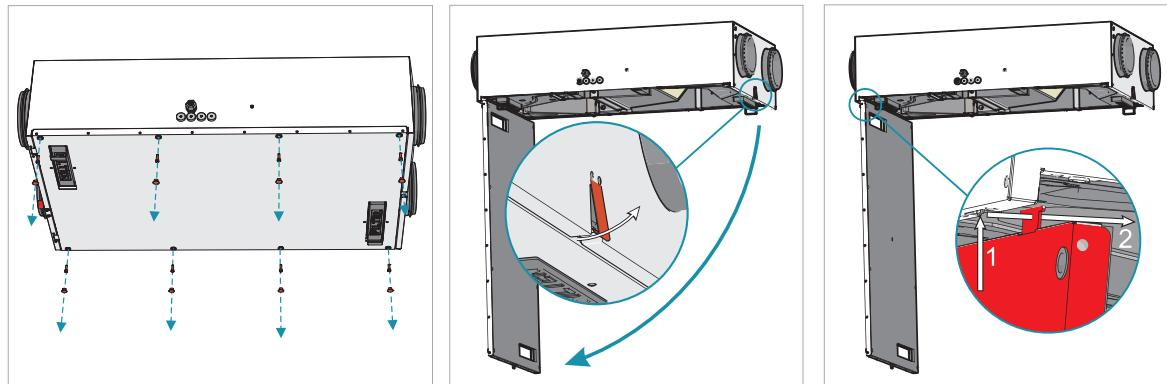
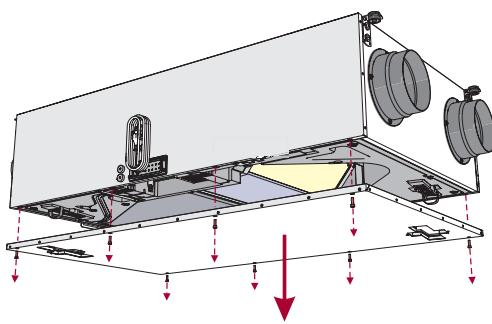
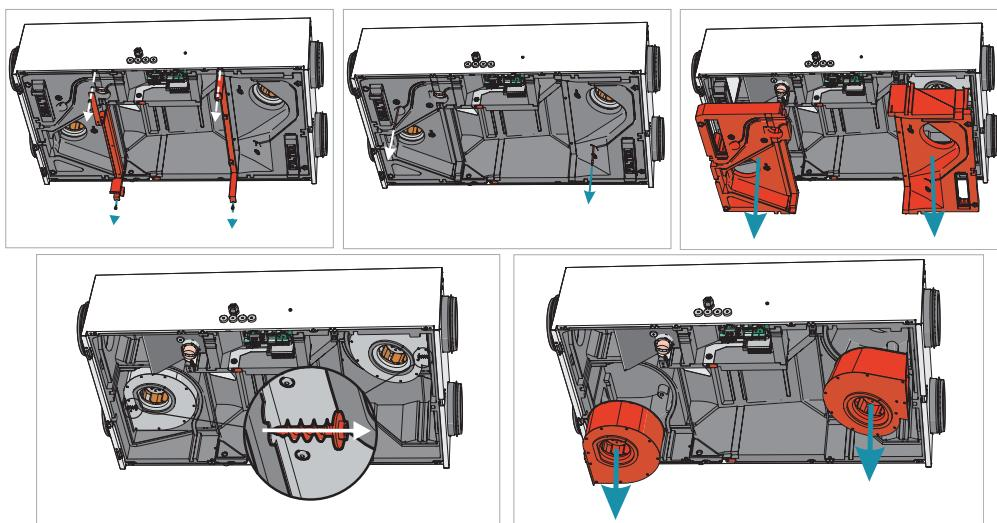
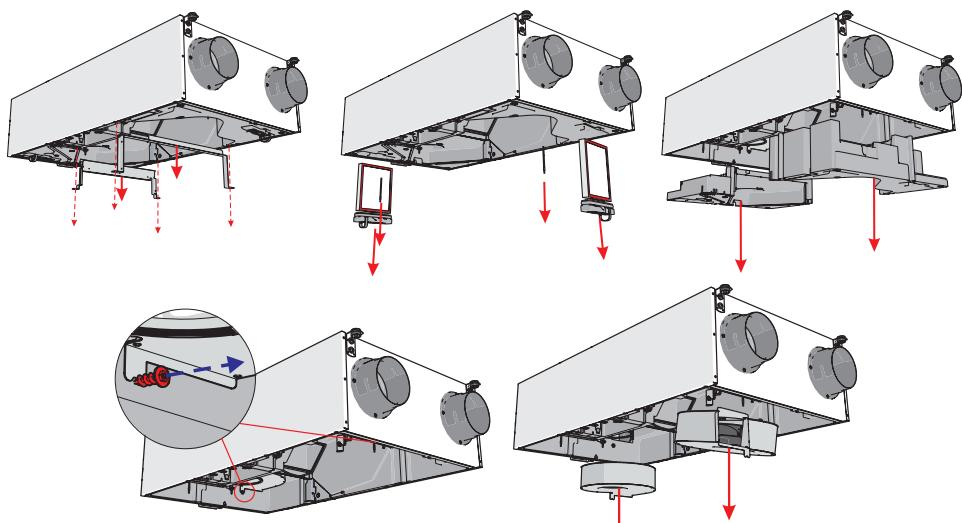

Рисунок 6.3.1 Smarty 2X P
Рисунок 6.3.2 Smarty 3X P / 4X P
Рисунок 6.6.7 Smarty 2X P
Рисунок 6.6.8 Smarty 3X P / 4X P
ПРИМЕЧАНИЕ. Перед выполнением шагов, указанных на Рисунок 6.5.1 / Рисунок 6.5.2, необходимо выполнить шаги, указанные на Рисунок 6.3.1.
ПРИМЕЧАНИЕ. Перед выполнением шагов, указанных на Рисунок 6.6.7, необходимо выполнить шаги, указанные на Рисунок 6.3.1 (1-3) и Рисунок 6.5.1 (1-4) / Рисунок 6.5.2 (1-2).
ПРИМЕЧАНИЕ. Перед выполнением шагов, указанных на Рисунок 6.6.8, необходимо выполнить шаги, указанные на Рисунок 6.3.2 и Рисунок 6.5.4 (1-3).
- При извлечении клапана необходимо выполнить шаги, указанные на Рисунок 6.3.1 (1-3), Рисунок 6.5.1 или Рисунок 6.5.2 (1-3), Рисунок 6.6.7 (1-3), для Smarty 2X P и шаги, указанные на рисунках Рисунок 6.3.2, Рисунок 6.5.3 или Рисунок 6.5.4 (1-3), Рисунок 6.6.8 (1-2), для Smarty 3-4X P.